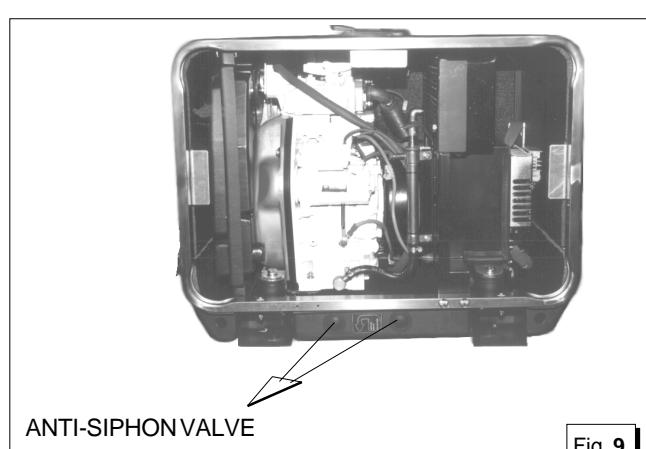

Fig. 9
N.B.: Si consiglia di portare il condotto di drenaggio in sentina perché dallo stesso, durante il normale funzionamento, potrebbero fuoriuscire piccole quantità di acqua. La cassa è già predisposta con n° 2 fori per l'allacciamento della valvola antisifone (fig. 9).
The box already includes 2 holes to connect the anti-siphon valve (fig. 9).
NOTE: Nous conseillons de porter la conduite de drainage jusqu'   la sentine car de petites quantit  s d'eau pourraient s'  couler de cette conduite durant le fonctionnement normal. La caisse est d  j   pr  dispos  e avec 2 orifices pour le raccordement de la soupape antisiphon (figure 9).